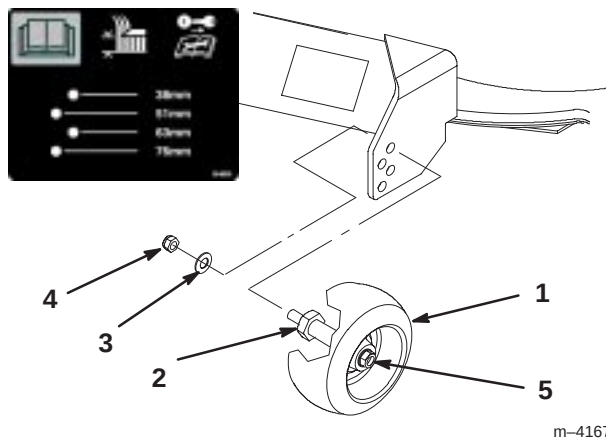

Figure 25
2. Lorsque la hauteur de coupe est réglée, enlevez l'écrou et la rondelle tout en maintenant le goujon avec une clé (Fig. 25).
Note: N'enlevez pas l'écrou et la rondelle de la roue (Fig. 25).
3. Choisissez le trou pour que la roue de jauge se trouve le plus près possible de la hauteur de coupe correspondante voulue (Fig. 25).
4. Remettez l'écrou et la rondelle sur le goujon (Fig. 25).